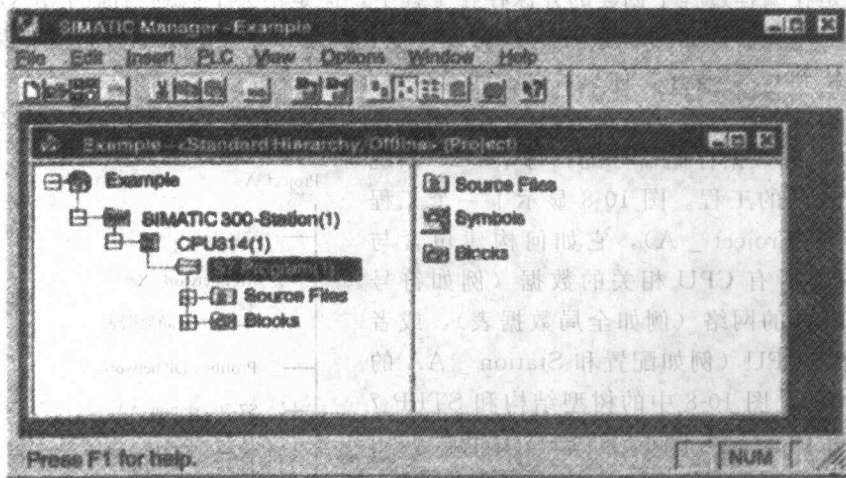

图 10-9 典型的 STEP 7 工程窗口
1) 从 SIMATIC Manager 的顶部菜单中，选择“File-Open-Project”，然后选择为这个 PLC 系统创建的工程。窗口将一分为二，如图 10-9 所示。